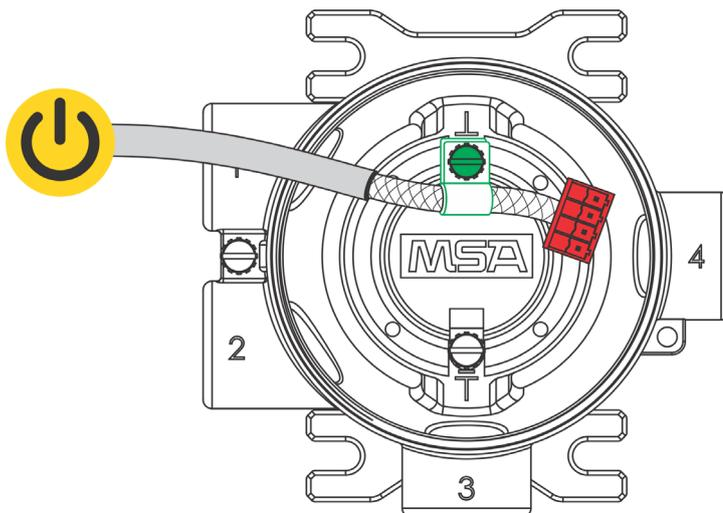

Abb. 32 Anschließen von Stromversorgungs- und Erdungskabel
Mit dem roten (vierpoligen) Anschluss werden die Stromversorgung und die Analogausgänge 1 und 2 angeschlossen. Die HART-Schnittstelle ist ein separater, grüner (zweipoliger) Anschluss. Mit den grünen (vierpoligen) Anschlüssen werden die Sensoren eins und zwei verbunden. Die Verwendung von abgeschirmten Kabeln wird empfohlen. Die Kabelabschirmung ist intern mit dem mitgelieferten Crimpanschluss mit dem Gerätegehäuse als Masse anzuschließen (siehe Abb. 32).
- (7) Ziehen Sie die Schrauben am Anschluss fest und ziehen Sie leicht an den Leitern, um sicherzustellen, dass sie fest sind.
- (8) Kabelabschirmung an den Sockel des Gerätegehäuses anschließen (siehe Abb. 32).